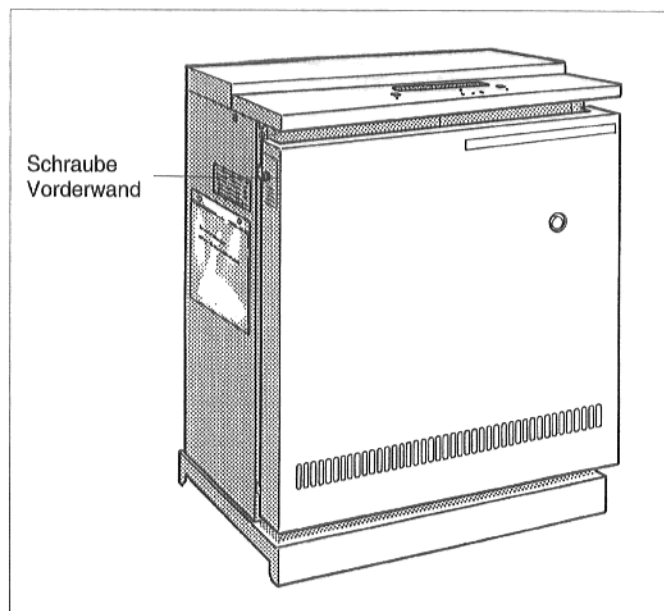

Abb. 4: Kesselvorderwand abnehmen
- Die beiden Sicherungsschrauben in der Kesselvorderwand (Abb. 4) herausdrehen. Kesselvorderwand nach oben abnehmen.